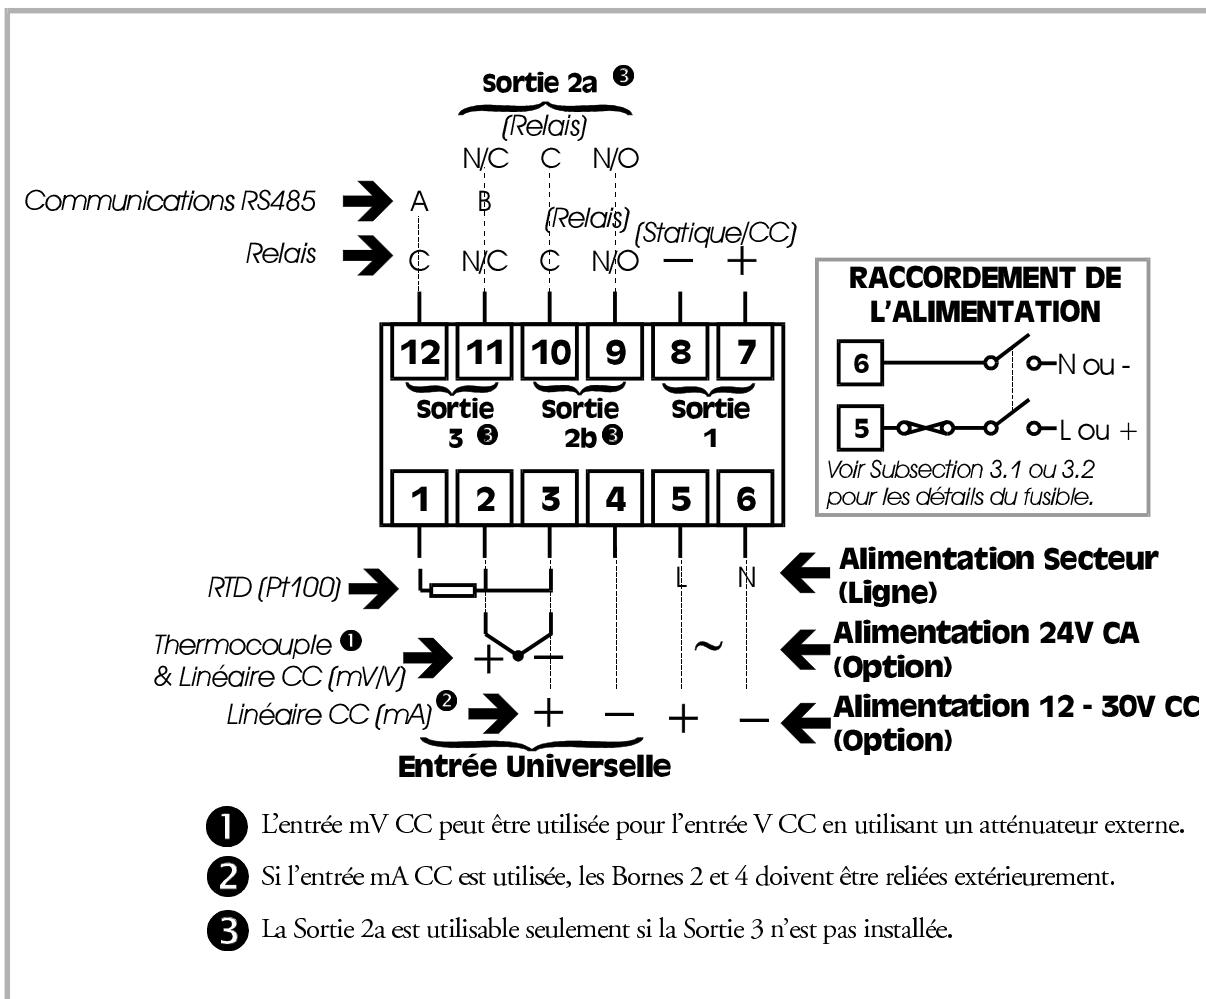

Figure 3-1 Raccordement Bornes Arrières
**PRECAUTION:** Cet appareil est conçu pour fonctionner dans un coffret fournissant une protection suffisante contre les chocs électriques. Les réglementations nationales relatives aux installations électriques doivent être rigoureusement respectées. Des dispositions doivent être prises afin d'éviter que du personnel non autorisé ait accès aux bornes d'alimentation. L'alimentation doit être connectée via un relais d'isolation bipolaire (situé de préférence près de l'équipement) et être protégée par un fusible 1A (voir Figure 3-1).
Ce régulateur peut être alimenté en 24V CA, 50/60Hz ou 12 - 30V CC. La consommation est d'environ 4W. L'alimentation doit être connectée via un relais d'isolation bipolaire et un fusible 350mA (Type T) - voir Figure 3-1.
L'entrée CC (mV) est reliée aux bornes 2 et 3 selon les polarités indiquées à la Figure 3-1. L'entrée CC (V) est reliée aux même bornes mais exige un atténuateur externe. L'entrée CC (mA) est reliée aux bornes 3 et 4 selon les polarités indiquées à la Figure 3-1 et les bornes 2 et 4 doivent être shuntées.